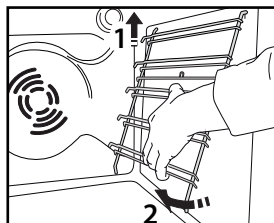

Fig. 5
2. Fjern ribberne ved at løfte dem (1) og dreje dem (2) som vist i Fig. 5.